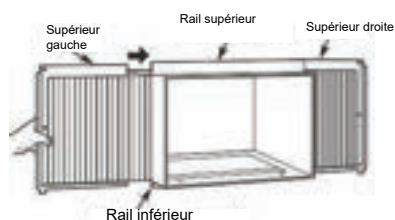

Fig.4
D. Glissez le panneau jusqu'au bout et répétez de l'autre côté. Voir Fig. 4.